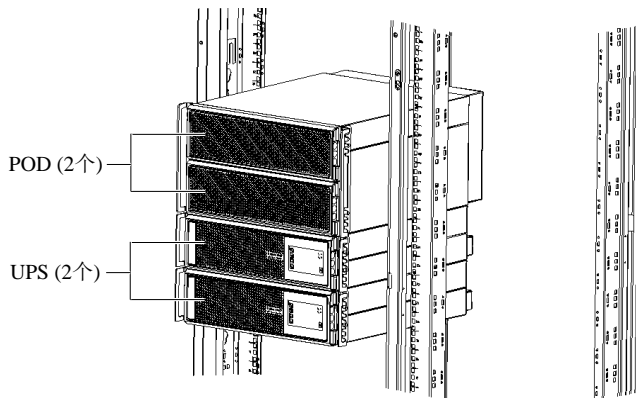

图3-1 1+1 并机系统安装示意图 (不带电池模块, 16kVA/20kVA 机型为例)
2. 如图 3-1, UPS 安装在底层, 1+1 并机 POD 安装在最顶层, 以便于电缆连接及操作。1+1 并机 POD 的安装方法与 UPS 的安装方法完全相同。